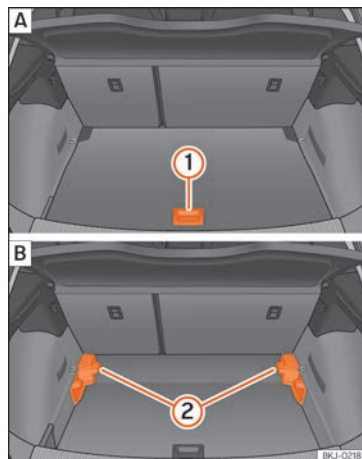

Abb. 166 Variabler Gepäckraumboden: **A** Obere Position; **B** untere Position.
- Heben Sie den Boden am Griffstück »» **Abb. 166** ① an und ziehen Sie ihn nach hinten, bis der vordere Teil vollständig über den Trägern ② liegt.
- Den Gepäckraumboden nun bis zum Anschlag an den Rücksitzlehnen nach vorne schieben und mit Hilfe des Haltegriffs ① absenken.